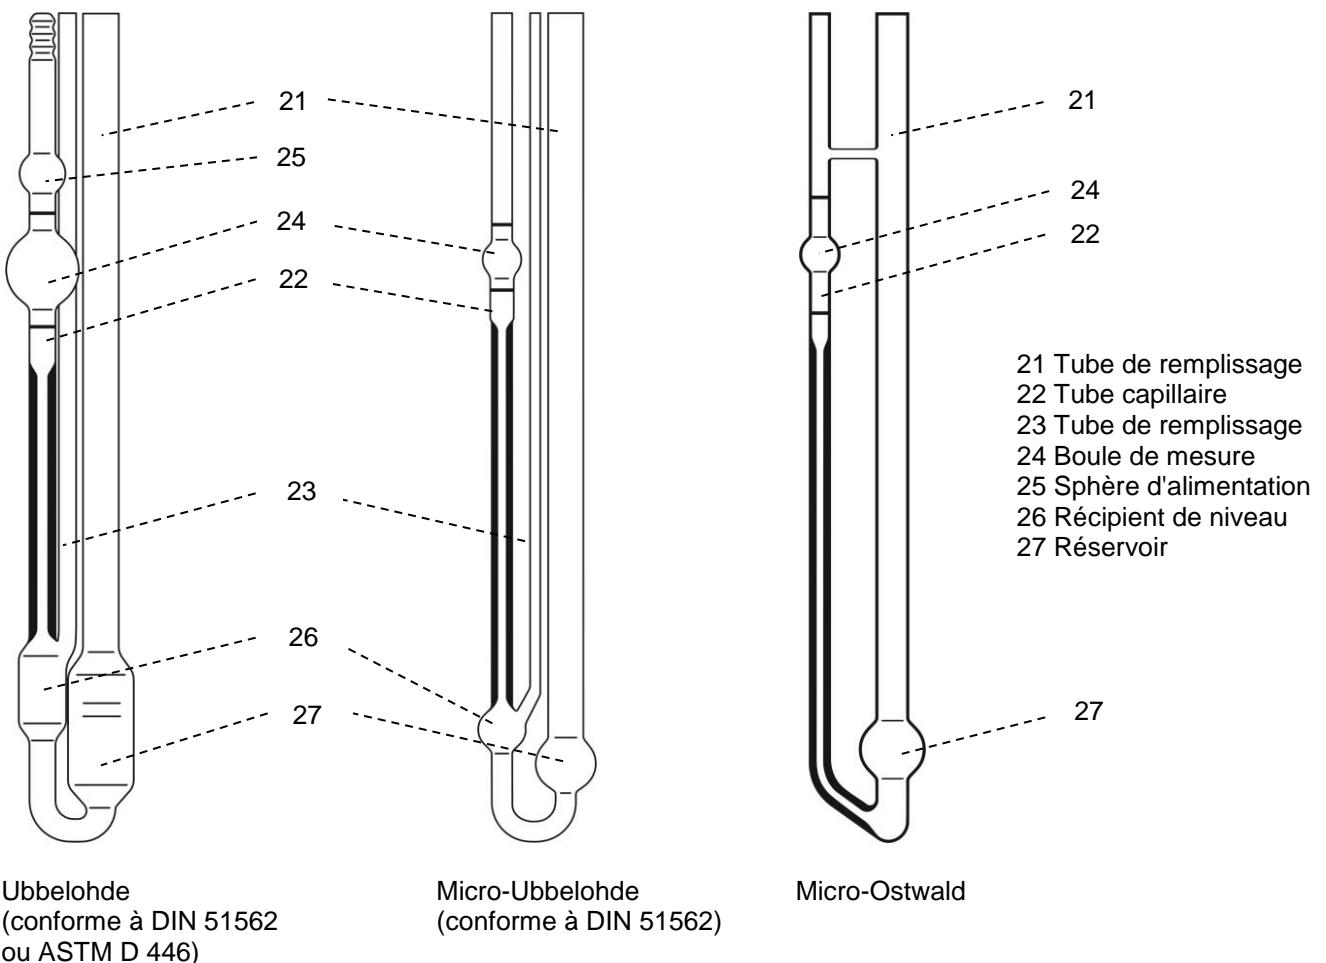

Fig. 2 Description des formes utilisables de viscosimètre
Pour les viscosimètres Ubbelohde, la boule d'alimentation (24) est située au-dessus de la boule de mesure (25) (voir Fig. 2). Cette boule d'alimentation doit être au moins remplie à moitié avec le liquide à la fin du processus de pompage.